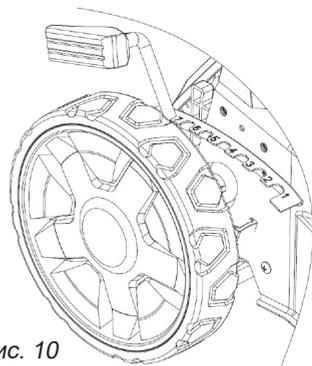

Рис. 10
Регулировка высоты среза осуществляется перемещением рычага. Переместите рычаг на необходимое значение и зафиксируйте в пазу (рис. 10).
5. Толкайте газонокосилку перед собой, производя управление, задавая необходимую вам траекторию движения, смещая рукоятку влево или вправо. Не прилагайте больших усилий, передвигая газонокосилку, если движение затруднено, проверьте правильность регулировки высоты среза (рис. 10).